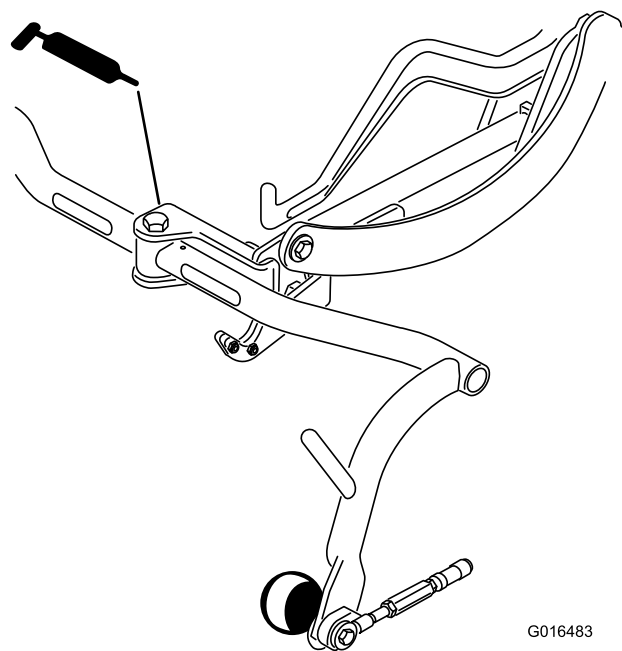

Figure 32
- Pivot de bâti porteur (3) (Figure 32)